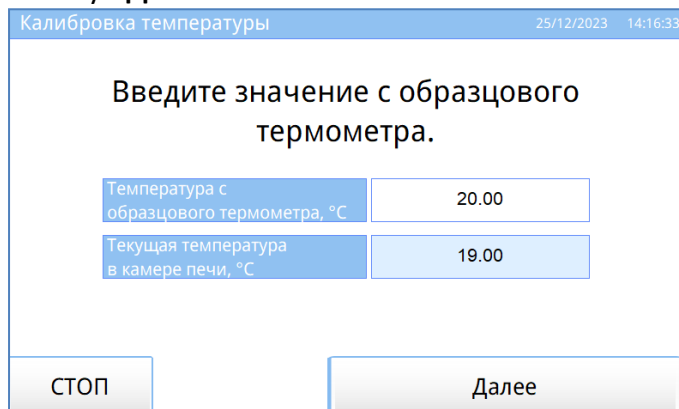

Рисунок 30 – Окно «Калибровка температура». Шаг первый.
5.8.5 Откроется окно «**Калибровка температуры**» (см. рисунок 30), ввести значение с образцового термометра и нажать на кнопку «**Далее**».